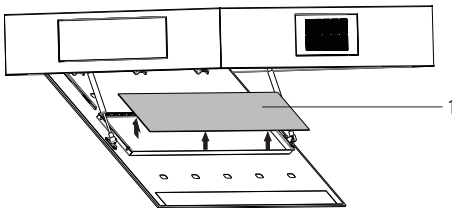

Abb. 26
4. ➤ Innerhalb der Lampengehäuse befindet der LED Lampe Diffusor. Nehmen Sie den LED Diffusor (Abb. 26/1) in Pfeilrichtung ab (Abb. 26 ).